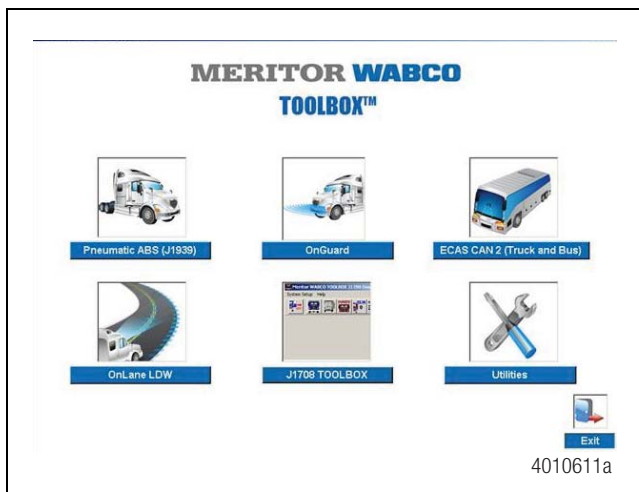

Figura 9.1
- Si está utilizando el Software TOOLBOX™ versión 11 o más alto y el vehículo tiene ECUs E4.4b o más altas, puede ser posible utilizar las comunicaciones de ABS J1939 de Tractocamión. Figura 9.1.